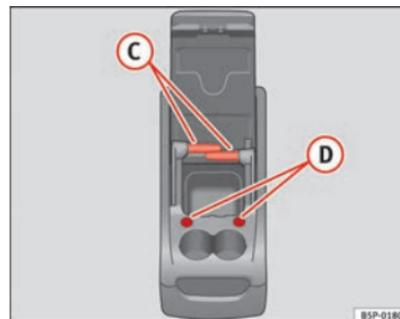

Fig. 112 Cassetto portaoggetti estraibile. Funzioni
Per utilizzare il tavolo (C) ⇒ fig. 112 estrarlo dal suo alloggiamento nel lato del cassetto portaoggetti estraibile e collocarlo nel suo alloggiamento (D) ⇒ fig. 112 nella parte anteriore del cassetto portaoggetti estraibile. ▶